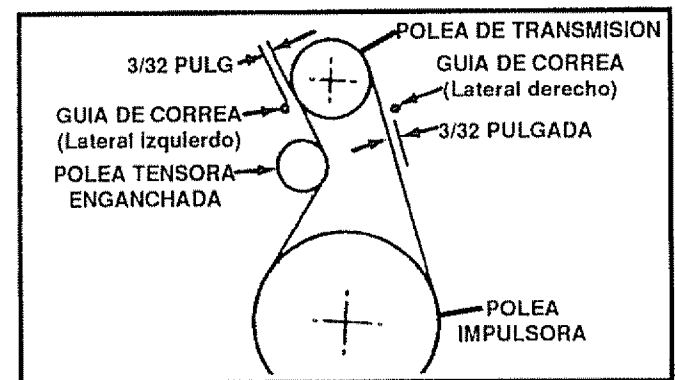

FIG. 30
- Afloje la tuerca de la polea tensora del barreno (vea la Fig. 30) y aleje la polea de la correa
- Mida la distancia entre la correa y sus guías (vea la Fig. 30 pagina 20). Esta distancia debe ser de 2.4 mm (3/32 pulgada) para cada guía.